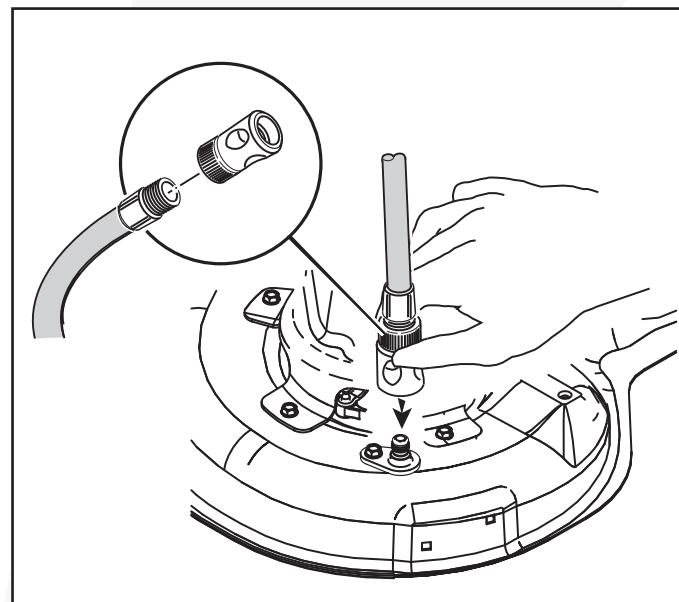

Fig. 25
6. Conecte la toma de fuerza (PTO) para activar las cuchillas del cortacésped. La rotación de las cuchillas y el agua limpiarán la parte inferior de la plataforma del cortacésped. (Fig. 25).